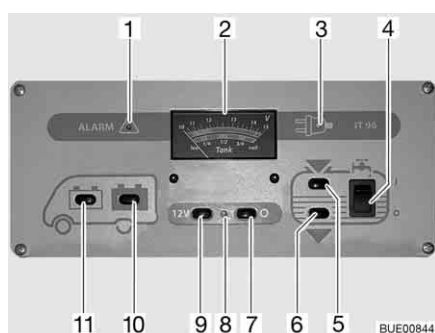

Fig. 167 Painel de controlo IT 96-2
O interruptor principal de 12 V (Fig. 167,7 e 9) liga e desliga o painel de controlo e a alimentação de 12 V do habitáculo.
Ligar: ■ Prima o interruptor (Fig. 167,9) "12 V": É ligada a alimentação de 12 V do habitáculo. A luz piloto (Fig. 167,8) acende-se com luz verde.
Desligar: ■ Prima o interruptor (Fig. 167,7) "O": É desligada a alimentação de 12 V do habitáculo. A luz piloto (Fig. 167,8) apaga-se.
No indicador V/Reservatório (Fig. 167,2) tenha em conta a escala superior. O indicador é automaticamente iluminado, logo que for premido um interruptor.
- Prima o interruptor (Fig. 167,11) "☰": É indicada a tensão da bateria de arranque.
- Prima o interruptor (Fig. 167,10) "☷": É indicada a tensão da bateria do habitáculo.
No indicador V/Reservatório (Fig. 167,2) tenha em conta a escala inferior. O indicador é automaticamente iluminado, logo que for premido um interruptor.
- Prima o interruptor (Fig. 167,5) : É indicada a quantidade de água.
- Prima o interruptor (Fig. 167,6) : É indicada a quantidade de águas residuais.
- Prima o interruptor basculante (Fig. 167,4) em cima "I": O abastecimento de água está ligado.
- Prima o interruptor basculante (Fig. 167,4) em baixo "O": O abastecimento de água está desligado.
A luz vermelha de aviso "ALARME" (Fig. 167,1) fica a piscar, logo que a tensão da bateria do habitáculo 11 V (medição durante o funcionamento) desça abaixo o nível mínimo, havendo assim ameaça de descarregamento total.
A luz piloto de 12 V (Fig. 167,8) acende-se, quando está ligado o interruptor principal de 12 V (Fig. 167,9).
A luz piloto amarela de 230 V (Fig. 167,3) acende-se, quando à entrada da central elétrica existe tensão de rede.